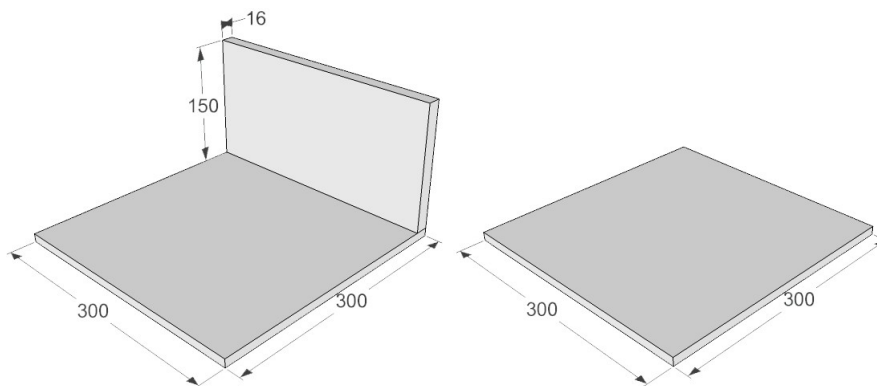

Рис. 1. Возможные виды ячеек поля
2.2. Возможные виды ячеек поля: с одной стенкой, с двумя стенками и без стенок (см. рис. 1).